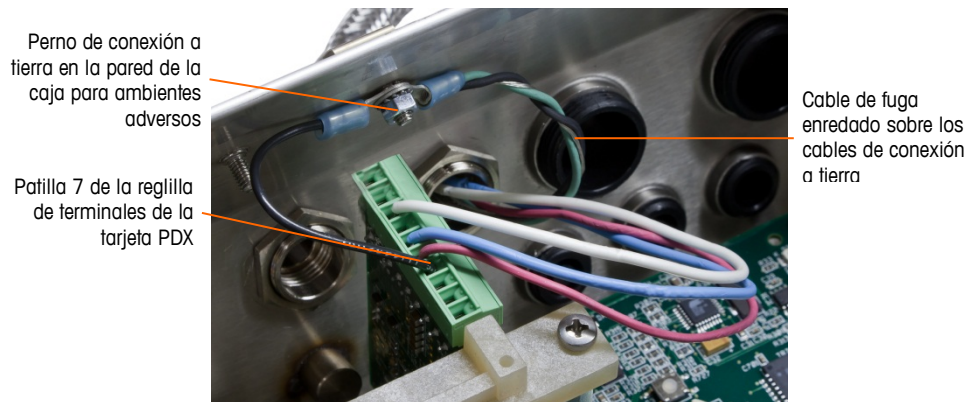

Figura A-52: Conexión a tierra de la energía del cable de conexión POWERCELL PDX, ambientes adversos
- b. A continuación, tuerza el cable de fuga de energía del cable de conexión junto con el cable de tierra de energía y haga una conexión en el mismo perno de conexión a tierra usando otro terminal de anillo como se muestra en Figura A-52.